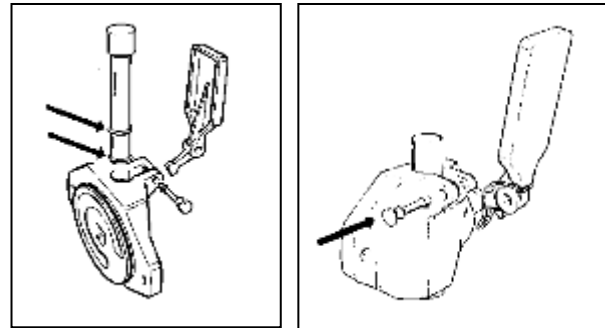

Abb. 17
- Nachdem die Dichtungen wieder am Kolben angebracht und geschmiert wurden (Abb.29), den Kolben in seine Aufnahme im Flansch einführen, den Zapfhebel mit seiner Feder anbringen und die Verbindung mithilfe des Befestigungsstifts (Abb.17) wieder herstellen.